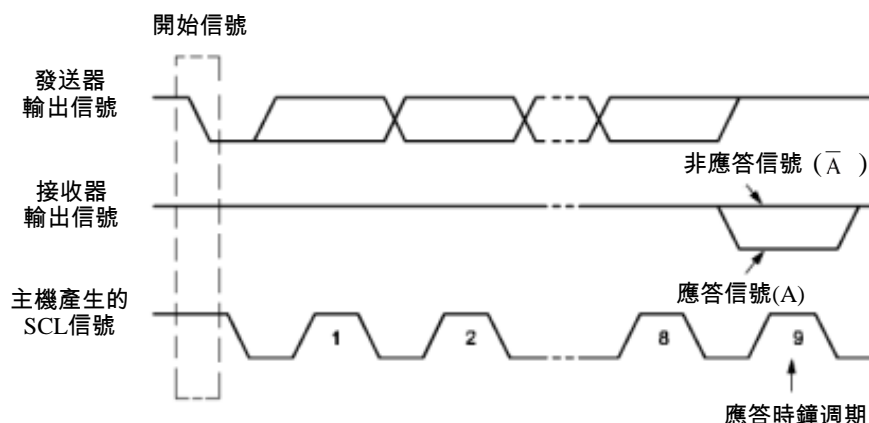

Figure 15-5 IIC 匯流排的應答信號
重新開始信號 ( Repeated START )：在 IIC 匯流排上，由主機發送一個開始信號啟動一次通信後，在首次發送停止信號之前，主機通過發送重新開始信號，可以轉換與當前從機的通信模式，或是切換到與另一個從機通信。如 Figure15-5 所示，當 SCL 為高電平時，SDA 由高電平向低電平跳變，產生重新開始信號，它的本質就是一個開始信號。
應答信號 (A): 接收資料的 IIC 在接收到 8 位元資料後，向發送資料的 IC 發出的特定的低電平脈衝。每一個資料位元組後面都要跟一位元應答信號，表示已收到資料。應答信號在第 9 個時鐘週期出現，這時發送器必須在這一時鐘位元上釋放資料線，由接收設備拉低 SDA 電平來產生應答信號，由接收設備保持 SDA 的高電平來產生非應答信號 ( $\bar{A}$ )，如 Figure15-5 所示。所以，一個完整的位元組資料傳輸需要 9 個時鐘脈衝。如果從機作為接收方向主機發送非應答信號，這樣，主機方就認為此次資料傳輸失敗；如果是主機作為接收方，在從機發送器發送完一個位元組資料後，發送了非應答信號，從機就認為資料傳輸結束，並釋放 SDA 線。不論是以上哪種情況都會終止資料傳輸，這時，主機或是產生停止信號釋放匯流排，或是產生重新開始信號，開始一次新的通信。開始信號、重新開始信號和停止信號都是由主控制器產生，應答信號由接收器產生，匯流排上帶有 IIC 匯流排界面的器件很容易檢測到這些信號。